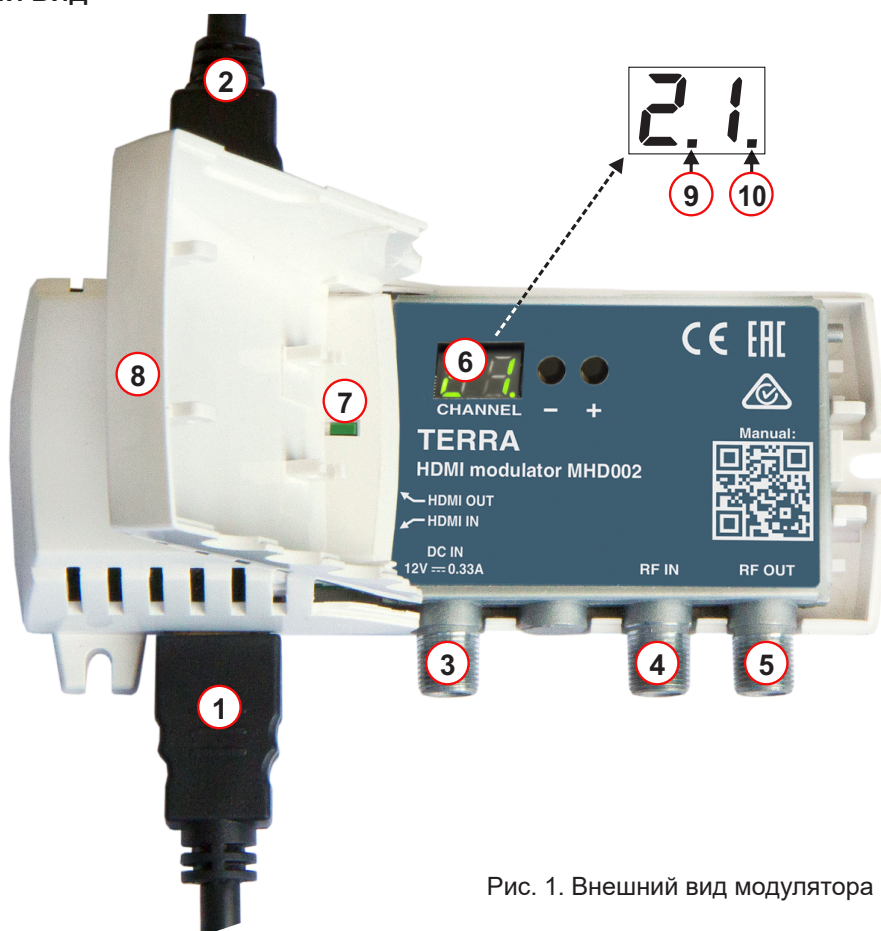

Рис. 1. Внешний вид модулятора
Прикрепите модулятор к стене с помощью двух винтов (см. рис. 1).
2. установок: включается одновременным нажатием кнопок "-" и "+" в течение 1 сек., выключается повторным одновременным нажатием кнопок "-" и "+" в течение 1 сек. Режим настройки отображается точкой после первой цифры (см. рис. 1, поз. 8)